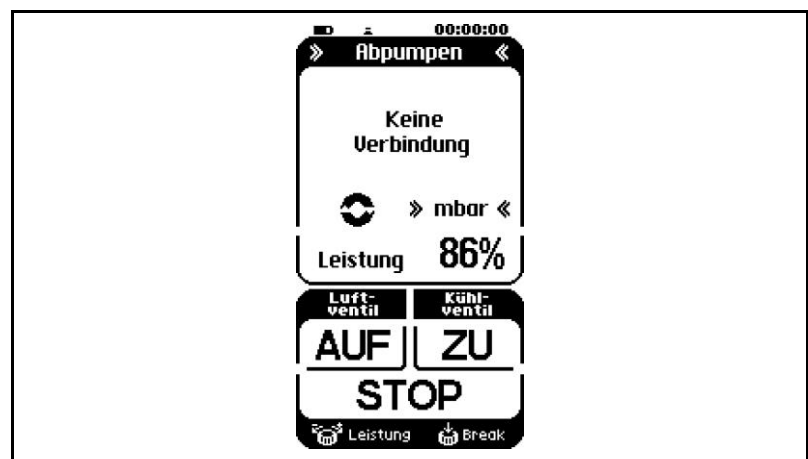

Abb. 14: Anzeige „Keine Verbindung“
- blinkt im Display des Hand-Terminals die Anzeige „Keine Verbindung“ (siehe Abb. 14);